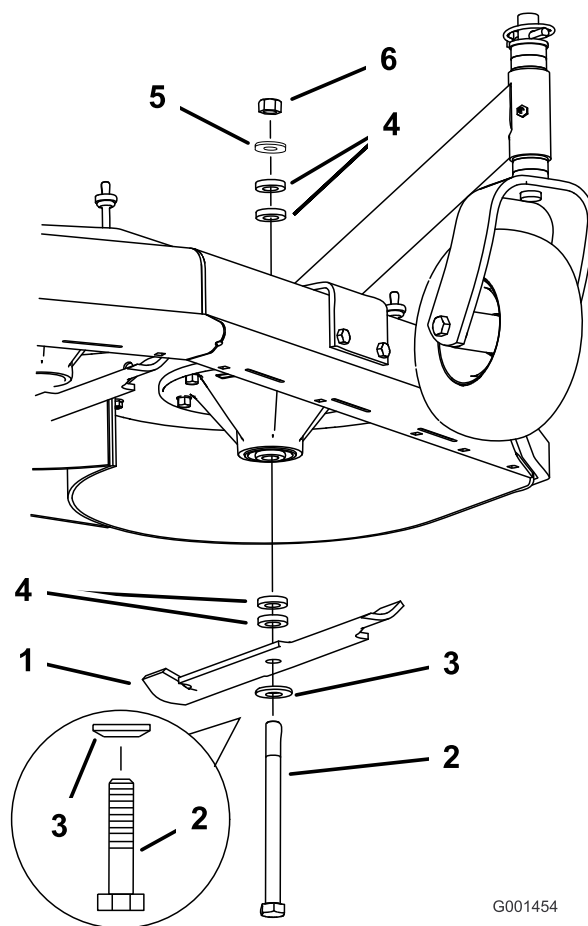

Figure 17
3. Maintenez le boulon de lame et retirez l'écrou (Figure 17).
4. Insérez le boulon dans l'axe et changez les entretoises selon les besoins (Figure 17).
5. Posez le boulon et la rondelle bombée, ajoutez une ou des entretoise(s) et fixez-les avec une rondelle mince et un écrou (Figure 17).